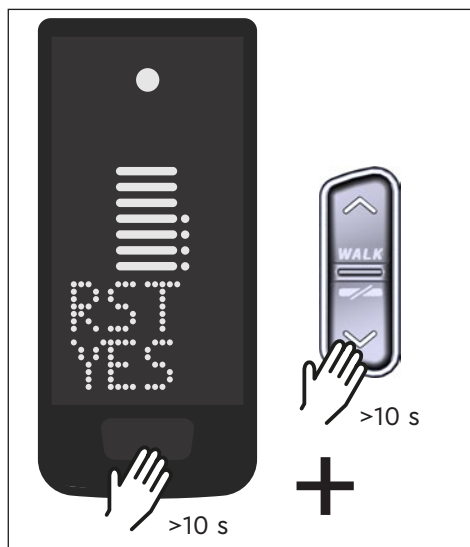

Fig. 10: Ripristino delle impostazioni di fabbrica
- ▶ Tenere premuto il pulsante sul Display e il pulsante GIÙ sul Remote per almeno 10 s; viene indicata prima la Modalità Impostazione e poi il RESET (vedere Fig. 10).